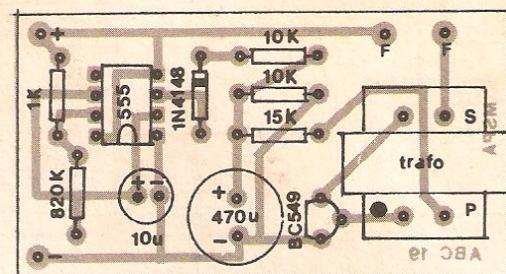

FIG. 4
- FIG. 4 - O CHAPEADO DA MONTAGEM - Na figura anterior a plaquinha era vista pela face cobreada... Agora a visão é feita pela face não cobreada, detalhando-se a posição, valor, código outros itens informativos importantes, de cada componente principal do circuito... Observar, com maior atenção, a posição do 555 (extremidade marcada voltada para o eletrolítico de 10u), do transistör (lado "chato" virado para o eletrolítico de 470u), diodo (com a extremidade marcada voltada para a borda superior da placa), transformadorzinho "pinta vermelha" (com o primário, ou lado da "pinta", virado para a borda inferior do Impresso), polaridade dos dois capacitores eletrolíticos (nitidamente marcada na figura e nos próprios "corpos" dos componentes...) e os valores dos resistores em função dos lugares que ocupam... Conferir tudo muito bem ao final, para só então cortar as "sobras" de "pernas" e terminais pelo "outro" lado (o cobreado...) da placa... Verificar também a qualidade dos pontos de solda, corrigindo eventuais defeitos nesse aspecto...